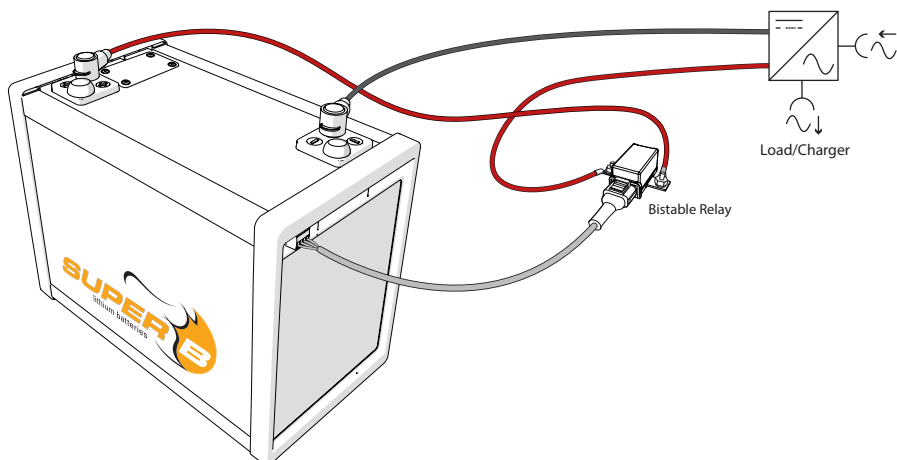

Figure 9. Raccordement de la batterie à la charge
2. Raccorder la borne + de la batterie au - ou à la borne B du relais (voir figure 9).